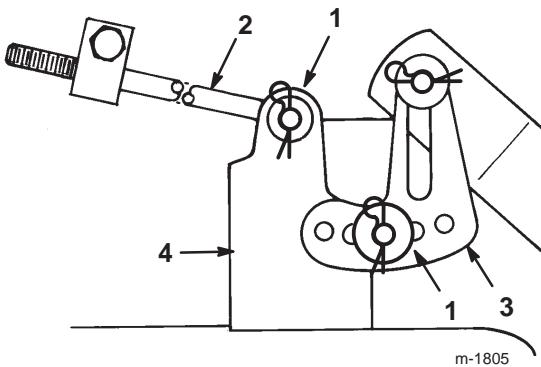

Bild 48
10. Entfernen Sie den Splint und die Scheibe von der Nivellierhalterung (Bild 48).
- 11.** Setzen Sie die Nivellierhalterung in ein anderes Loch ein und montieren Sie die Scheibe und den Splint (Bild 48).